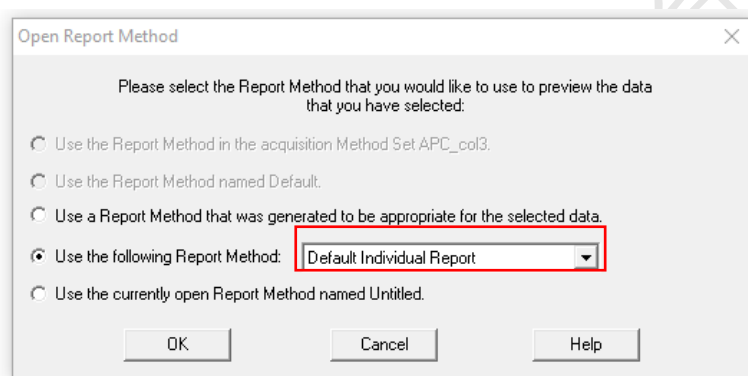

图6-67
Step 2: 选择Default Individual Report报告模板，点击OK，打开报告预览界面（图6-67）。